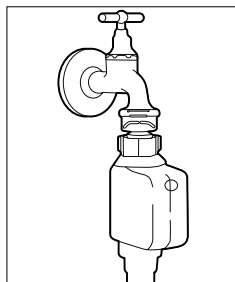

Abb. 5
- ▶ Schließen Sie den Wasserzulaufschlauch an den Anschluss für den Wasserzulauf (13) an. Schrauben Sie die Schlauchverbindung handfest an.
- ▶ Schließen Sie das Schlauchende mit Aquastopp an einen Kaltwasserhahn mit 3/4" Gewinde an (siehe **Abb. 5**). Sie können den Zulaufschlauch ebenso an einen Heißwasserhahn anschließen, wenn die Wassertemperatur 60 °C nicht übersteigt.